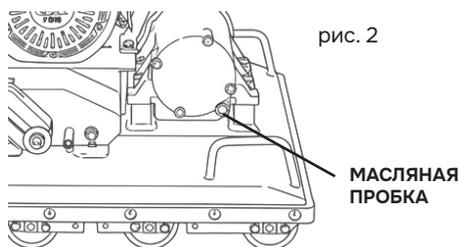

рис. 2
5. Выверните пробку маслозаливного отверстия в узле вибратора и проверьте уровень масла. При проверке убедитесь, что виброплита расположена строго горизонтально. Уровень масла должен быть до масляной пробки. Каждые 6 месяцев или 200 часов работы заменяйте масло. Емкость масла 150 мл (рис. 2).